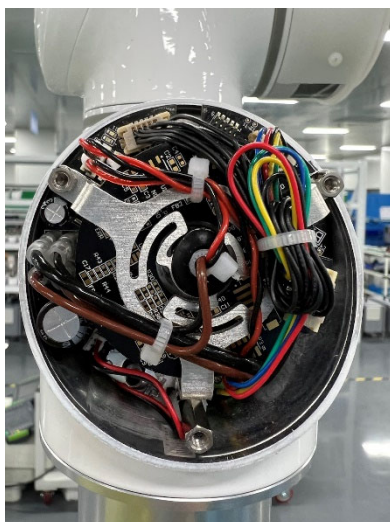

图 3-25：连接电线
3. 连接手腕 1 关节和下臂关节的电线，如图 3-25 所示；